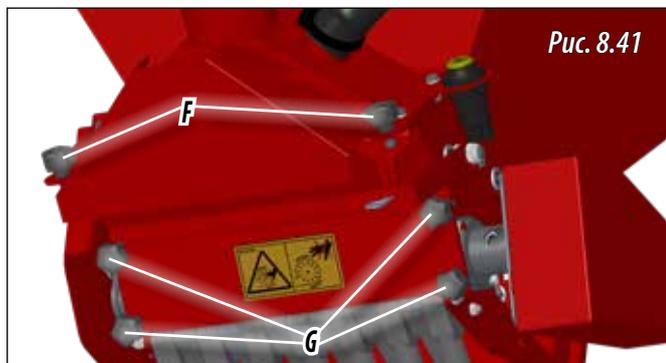

Рис. 8.41
- 8- Извлеките ЗАЩИТНЫЙ КОНУС и разместите его между заклепками (см. F на Рис. 8.41).
- 9- Верните ЗАЩИТНЫЙ ЗАТВОР в прежнее положение и закрепите его заклепками (см. G на Рис. 8.41).